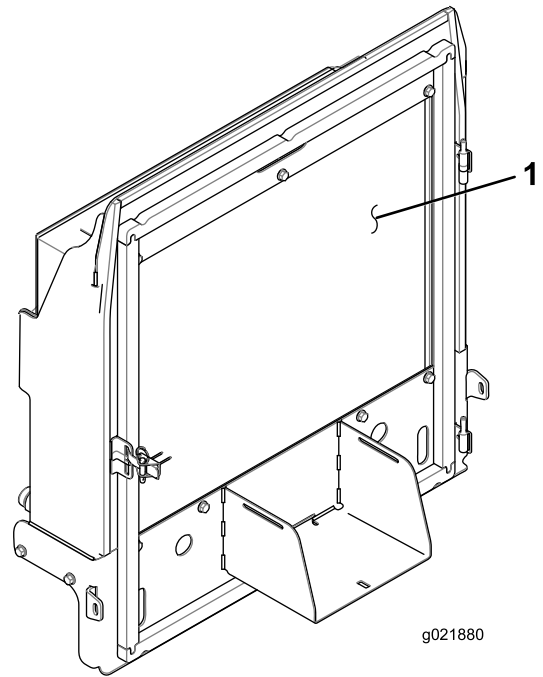

図 92
4. オイルクーラ/ラジエーターの裏表を圧縮空気で丁寧に清掃する(図 92)。